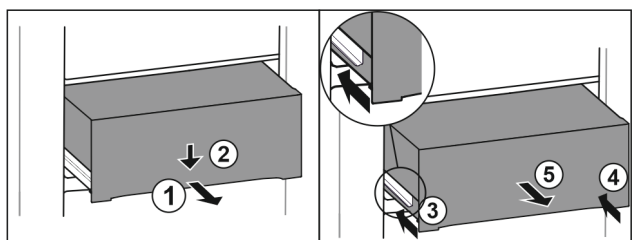

Fig. 128
- ▶ Træk skuffen halvt ud. Fig. 128 (1)
- ▶ Tryk skuffen ned på forsiden. Fig. 128 (2)
- ▶ Skub venstre skinne ca. 2 cm ind. Fig. 128 (3)
- ▶ Skub højre skinne ca. 2 cm ind. Fig. 128 (4)
- ▶ Tag skuffen ud fremefter. Fig. 128 (5)